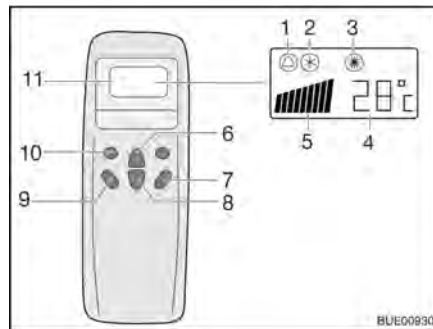
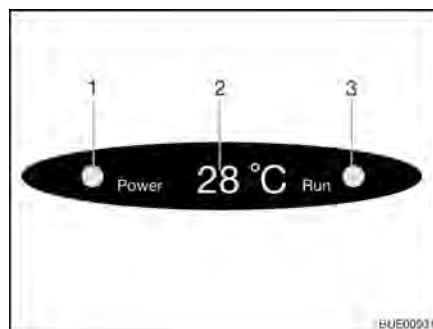

Bild 127 Fjärrstyrning
Bild 128 Diffusörens display
- Tryck på knappen "ON/OFF" (Bild 127,7).
- Tryck så många gånger på knappen "Mode" (Bild 127,10) tills önskad driftstyp (Bild 127,1, 2 eller 3) visas på displayen. Motsvarande kontrollampa tänds på diffusörens display (Bild 128,3).
- Ställ in önskad temperatur med knappen Temperaturökning (Bild 127,6) eller Temperatursänkning (Bild 127,8).
- Med knappen Fläktvarvtal (Bild 127,9) väljs önskad flätkapacitet.